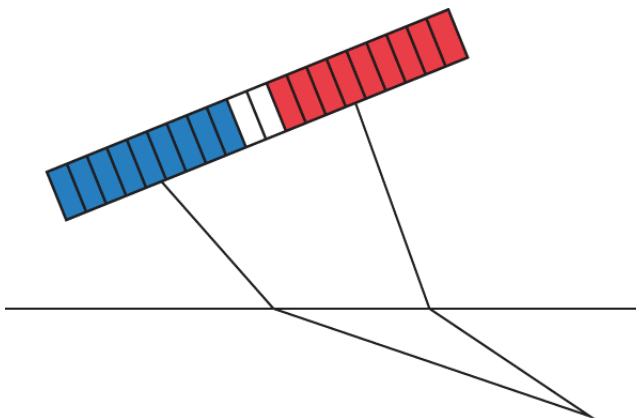

Figura 4-4 Uso degli elementi Phased Array
I 128 elementi di una sonda phased array (PA) possono essere usati in una configurazione impulso-eco e trasmissione-ricezione. Con il modello 16:128PR possono essere usati 16 elementi consecutivi in qualunque posizione della sonda in trasmissione e ricezione. Con il modello 32:128PR possono essere usati 32 elementi consecutivi in qualunque posizione della sonda in trasmissione e ricezione (Figura 4-4 a pagina 52).